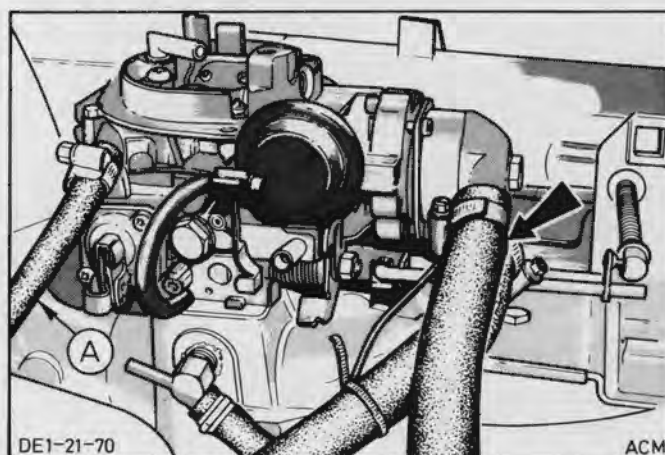

Fig.80. Varmeslange på aut. chokers dæksel (1,8 liter motor)
5. Afmonter varmeslangen fra aut. chokers dæksel eller indsugningsmanifolden, Fig.80.